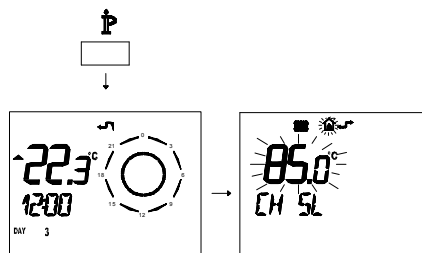

Figura 8.9
- Premere per più di 3 secondi il pulsante per entrare in modalità *INFO* (Figura 8.9).